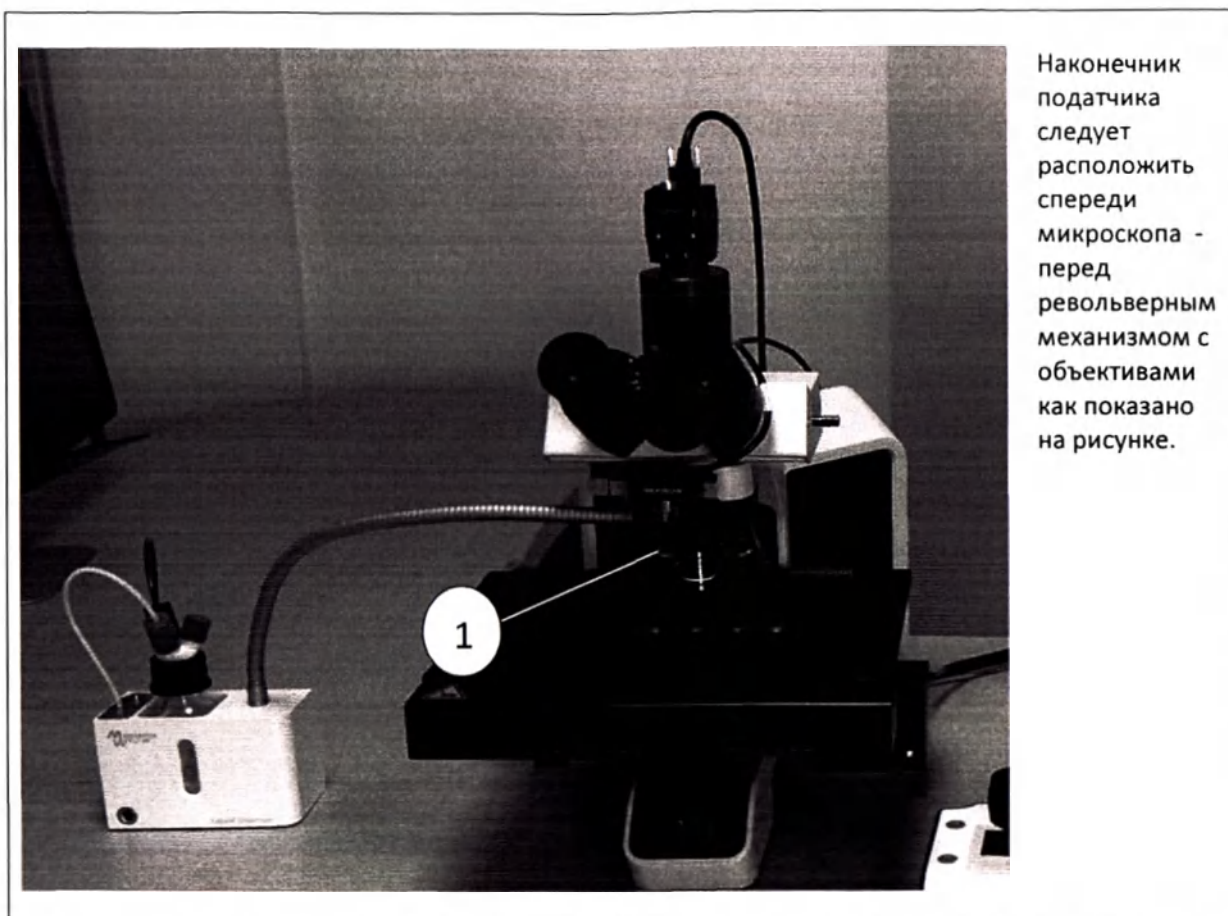

Рисунок 131 – Расположение наконечника ① податчика иммерсионного масла
2. Перед началом работы расположите наконечник (①Рисунок 131) над кассетой со стеклопрепаратами так, чтобы наконечник находился перед револьверной головкой микроскопа BX43F .